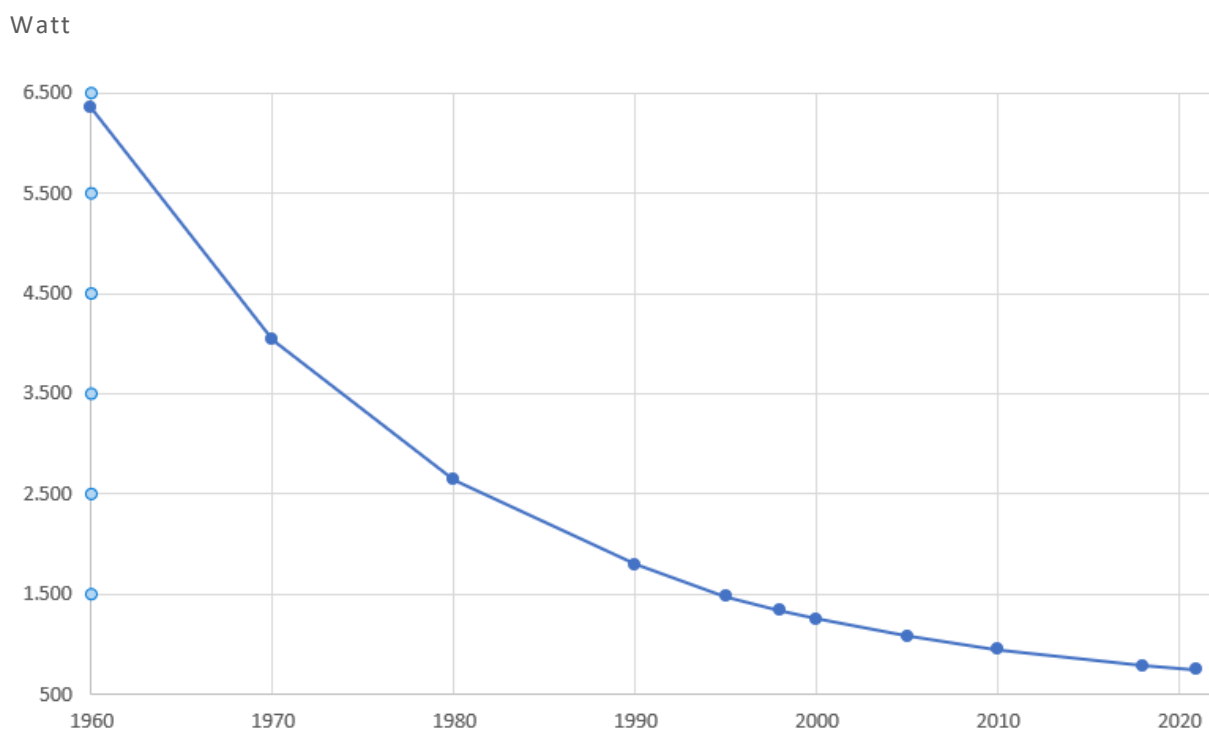

fig. 2. luchtdichtheid- en ventilatieverliezen naar bouwjaar van woningen vanaf 1960 tot 2020
- B. luchtdichtheid van het gebouw of anders gezegd, hoe lek is een gebouw (zie fig 2.)